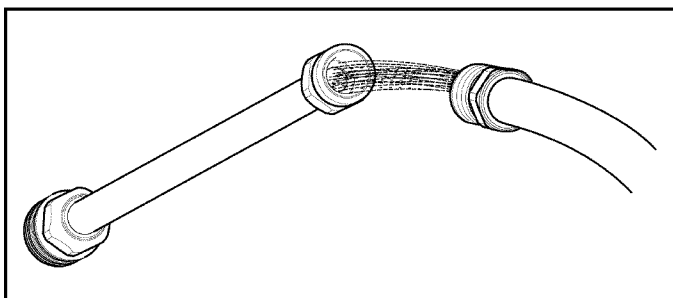

Figure 6-4. Rinçage de la lance
6. Retirez les débris additionnels en faisant circuler de l'eau à travers la lance à l'aide d'un tuyau d'arrosage (Figure 6-4). Rincez en faisant circuler de l'eau pendant 30 à 60 secondes.